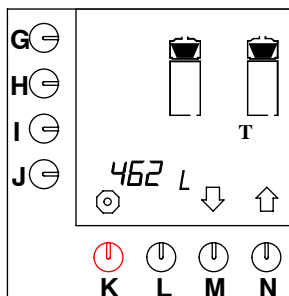

Fig. 28 Contatore totale della macchina di preparazione del caffè
- Sullo schermo viene visualizzato il contatore totale (vedere fig. 28), è possibile leggere il totale assoluto di litri di caffè preparati con la macchina.